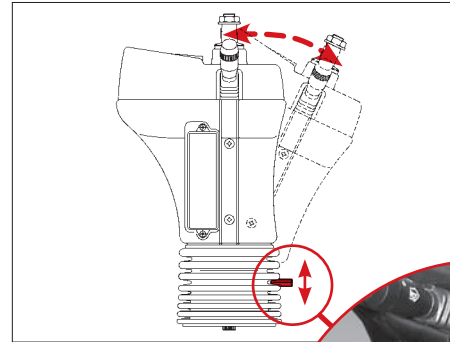

Abb. 17
1. Betätigen Sie den Verstellhebel (Abb. 17).